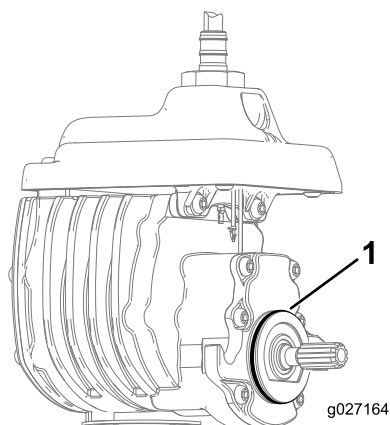

Figura 6
4. Instale o anel de retenção no motor do cilindro (Figura 6).